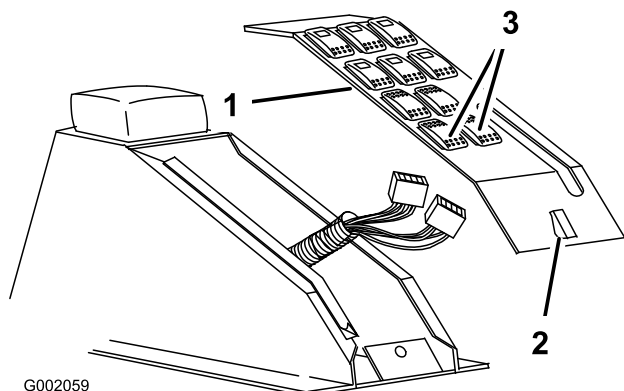

图26
- 松开门锁，然后从中央控制台组件（图26）中拆下开关面板组件。